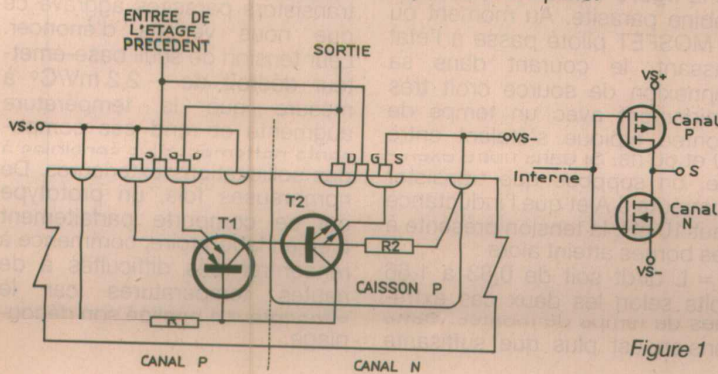
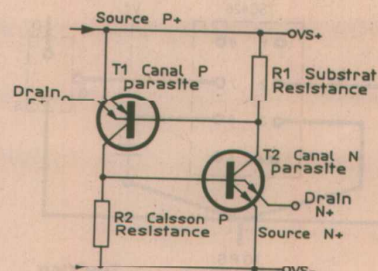

Figure 1
Figure 2
La fabrication d'un circuit intégré CMOS entraîne la formation parasite de transistors au sein des matériaux. Ces éléments, inhérents à la structure CMOS, sont inévitables. La figure 1 détaille l'intérieur d'un étage de sortie qui témoigne de la présence d'un transistor PNP à l'intérieur de la couche P, et d'un NPN dans la couche N. Les diverses connexions internes conduisent l'ensemble à former un thyristor à quatre couches. La figure 2 représente son circuit équivalent simplifié.
- si la broche DRAIN P + (figure 2) passe momentanément au dessus du rail $V_s +$, la jonction du transistor Q1 se trouve polarisée au travers de la résistance R1 et entraîne la conduction de Q1. Un potentiel naît alors aux bornes de R2 et lorsque celui-ci atteint 0,6 volt, Q2 entre en conduction, confortant maintenant Q1 dans sa position précé-